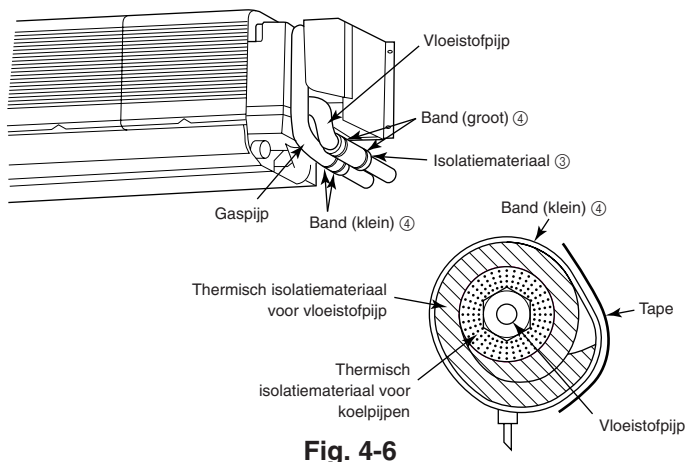

Fig. 4-6
4.4. De koelstofpijpen aansluiten (Fig. 4-6)